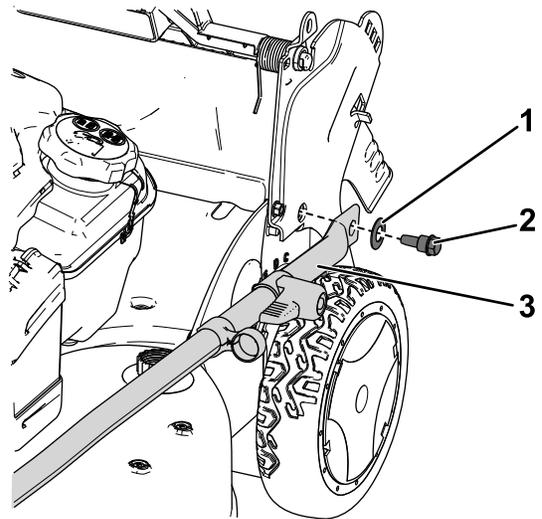

Figure 3
2. Fixez les extrémités du guidon au carter de la machine avec 2 rondelles et 2 boulons (Figure 3), mais ne serrez pas les boulons.
**Important:** Acheminez les câbles à l'extérieur du guidon (Figure 3).